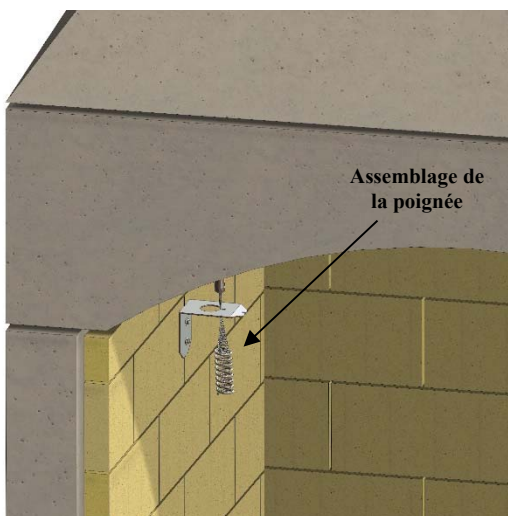

Figure 30. Assemblage du support et de la poignée
D. Insérez le câble de traction dans le support et Ajustez la longueur selon les instructions du fabricant de l'amortisseur. Fixez l'ensemble de la poignée au support et vérifiez le bon fonctionnement du volet. Voir la figure 30.